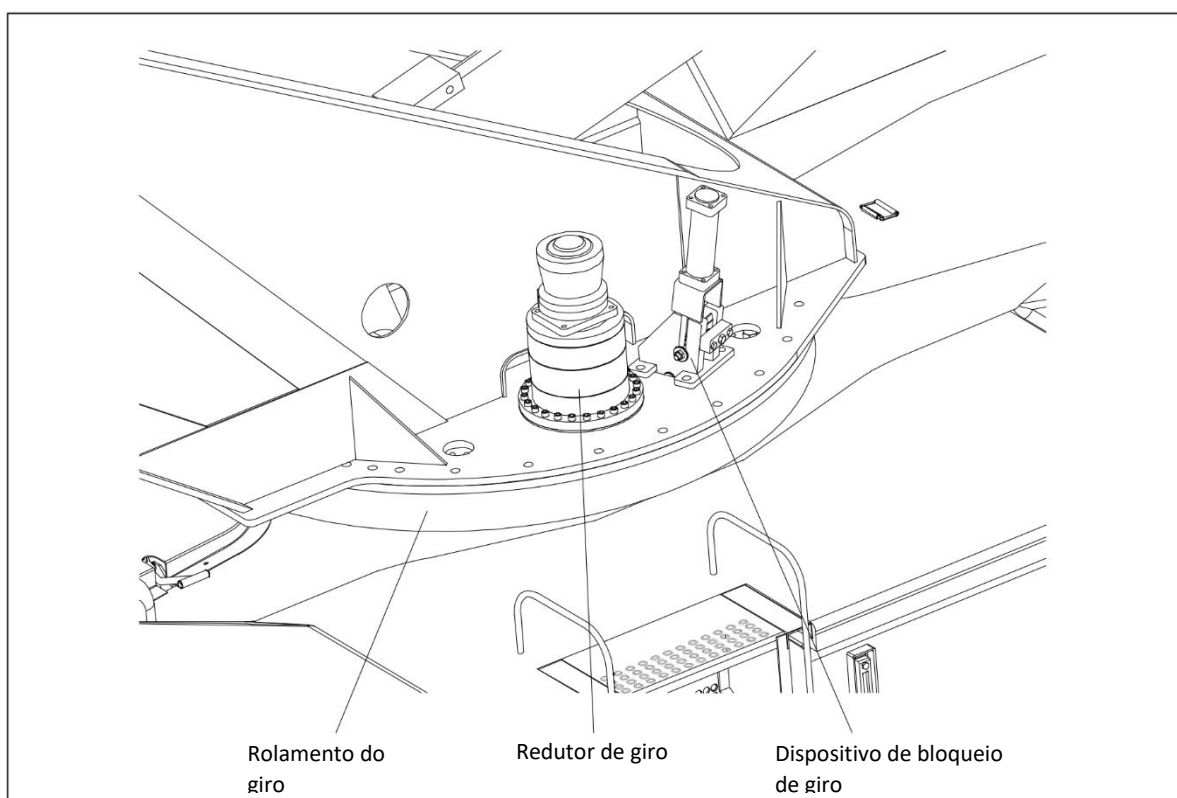

Figura 7-17 Mecanismo de Giro
- Dispositivo de Bloqueio de Giro. Consulte a figura 7-17.